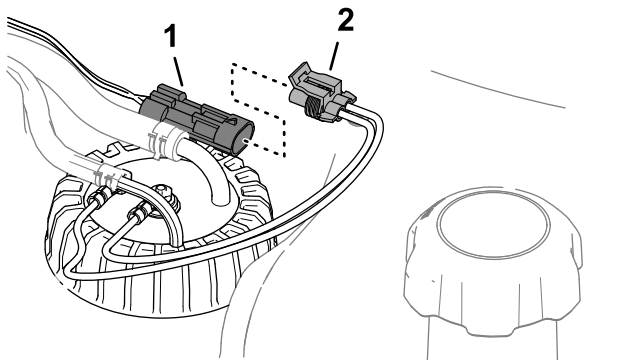

Figure 89
6. Débranchez le connecteur du faisceau du transmetteur de niveau de carburant sur le connecteur du faisceau de la machine (Figure 89).